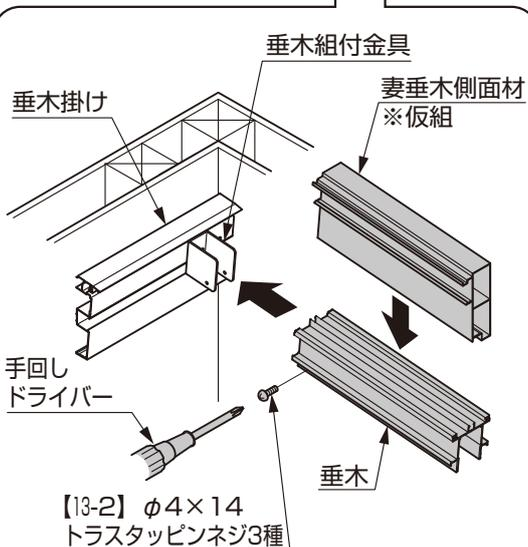

図6-5
- ① 妻垂木側面材を垂木に固定しない仮組状態にして垂木を垂木組付金具に、【13-2】で取付けてください。(図6-5参照)